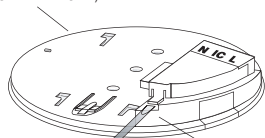

Abb. 4
3. Heben Sie die Kabelabdeckung ab, wie in Abbildung 4 gezeigt.
Um die Warnmelder miteinander zu vernetzen, verbinden Sie sämtliche IC-Anschlüsse wie in Abbildung 4 gezeigt miteinander.
4. Falls die Netzleiter unter Putz verlaufen, führen Sie die Drähte durch das rückseitige Loch in der Montageplatte durch, wie in Abbildung 4 gezeigt.
- (a) Positionieren Sie die Montageplatte so, dass die Kabelführung, wie in Abbildung 4 gezeigt, verläuft.